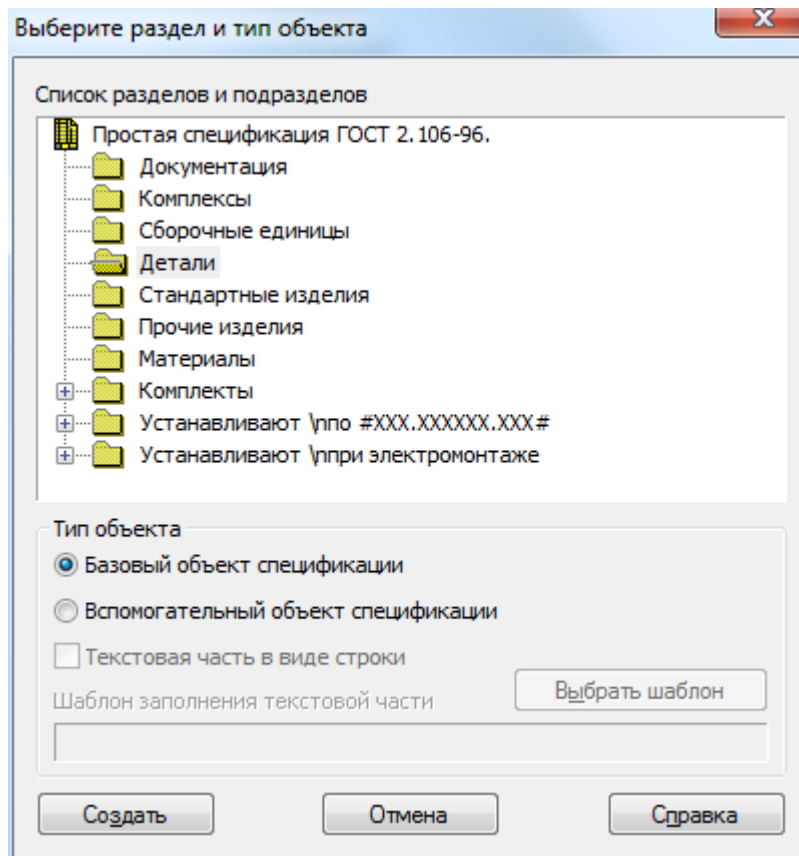

Рисунок20 – Окно выбора раздела спецификации
4. Выберите команду меню Спецификация ▶ Добавить объект. В появившемся диалоговом окне (Рисунок20) выберите раздел спецификации – Детали, нажмите Создать.